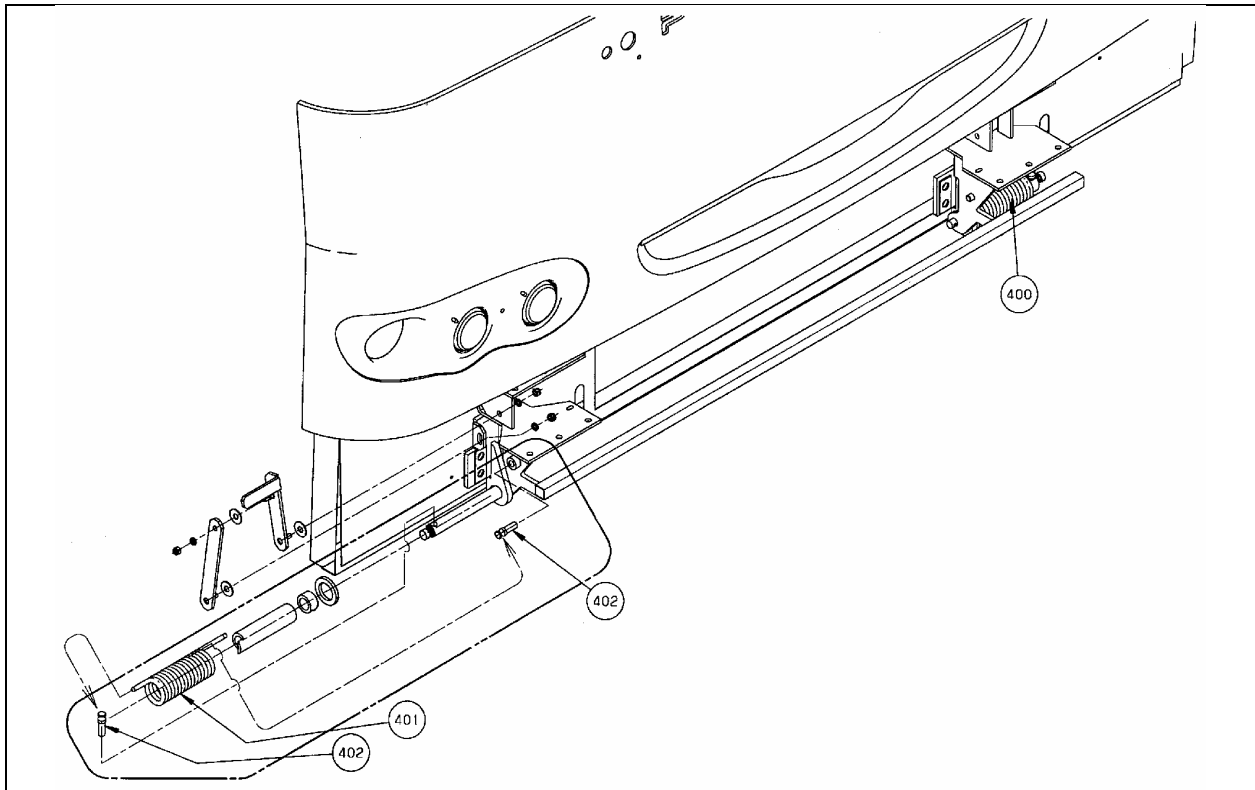

FIGURE 1
3. Retirer le ressort gauche (400). À l'aide de l'outil approprié, libérer la tension du ressort sur une des goupilles de verrouillage (402), retirer la goupille. Libérer lentement la tension du ressort sur l'autre goupille et retirer la goupille. Le ressort peut maintenant être retiré (voir figure 1).